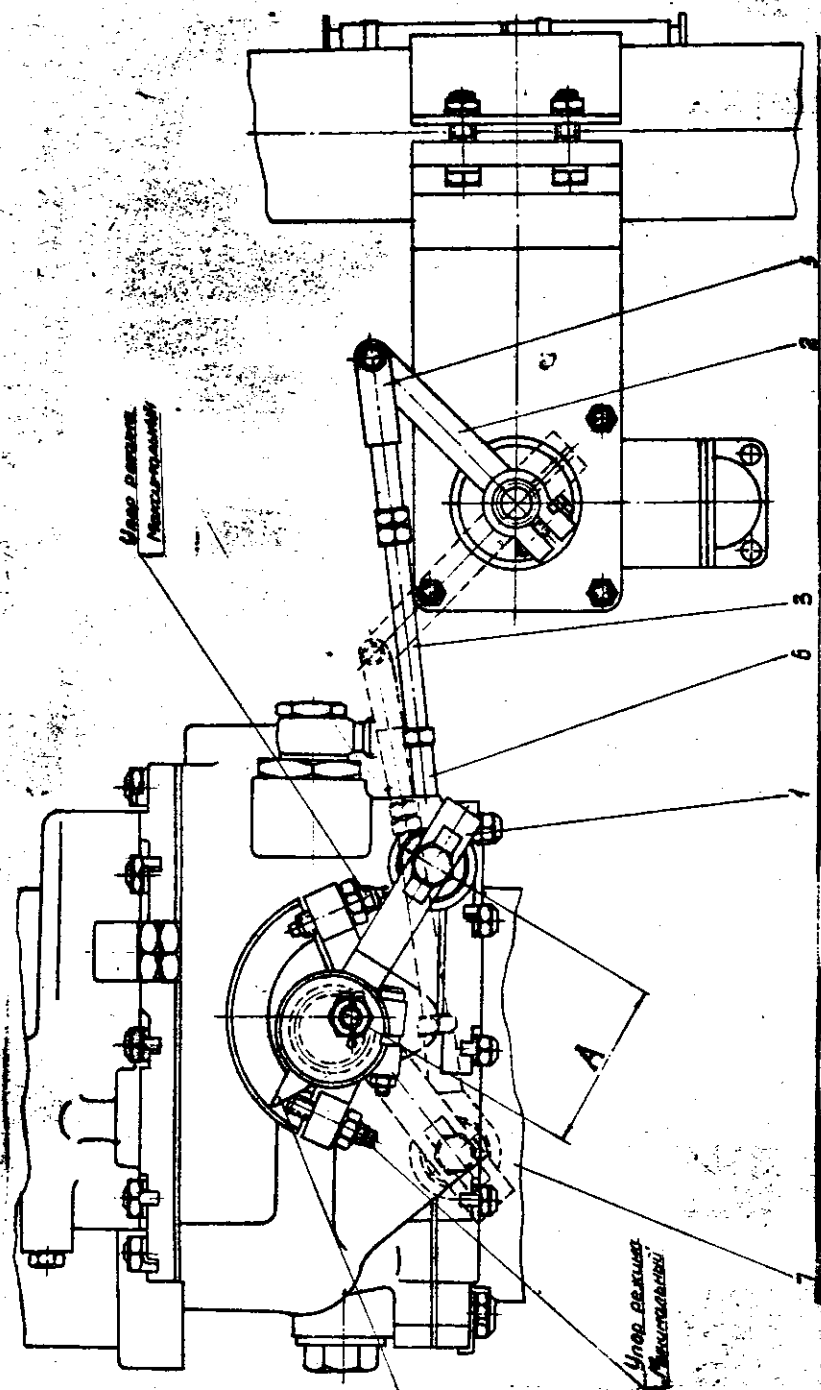

Рис.39. К замене регулятора подачи топлива РПГ-20Д:
6. Подсоедините тягу 3 к рычагу I (рис.39).